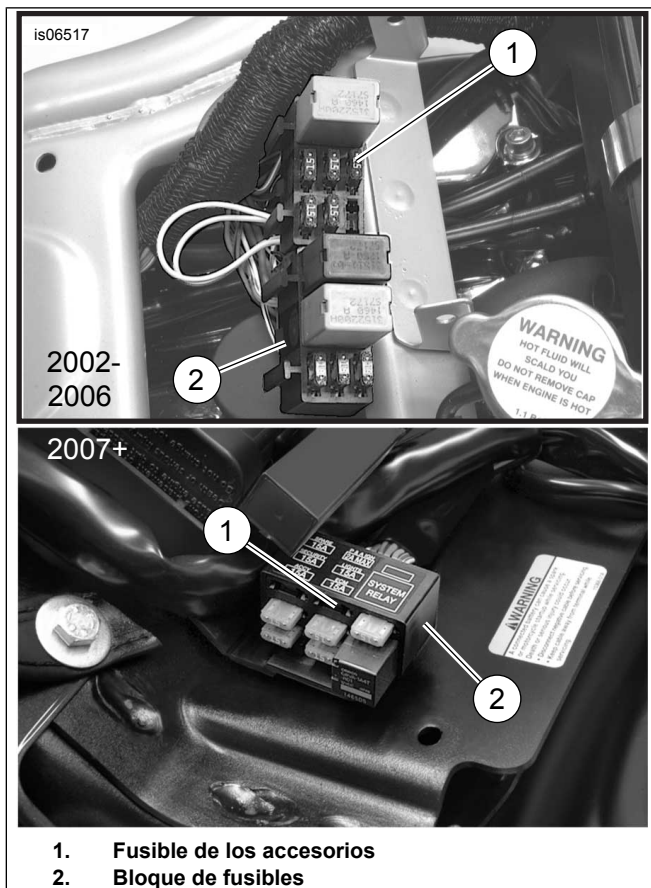

Figura 15. Ubicaciones del fusible de accesorios (modelos V-Rod)
1. Vea Figura 15. Cuidadosamente, corte y abra un área de la cubierta del arnés principal cerca del bloque de fusibles (2), en un punto accesible. Corte el cable naranja/blanco del arnés principal que va a la cavidad de fusible (1) marcada: